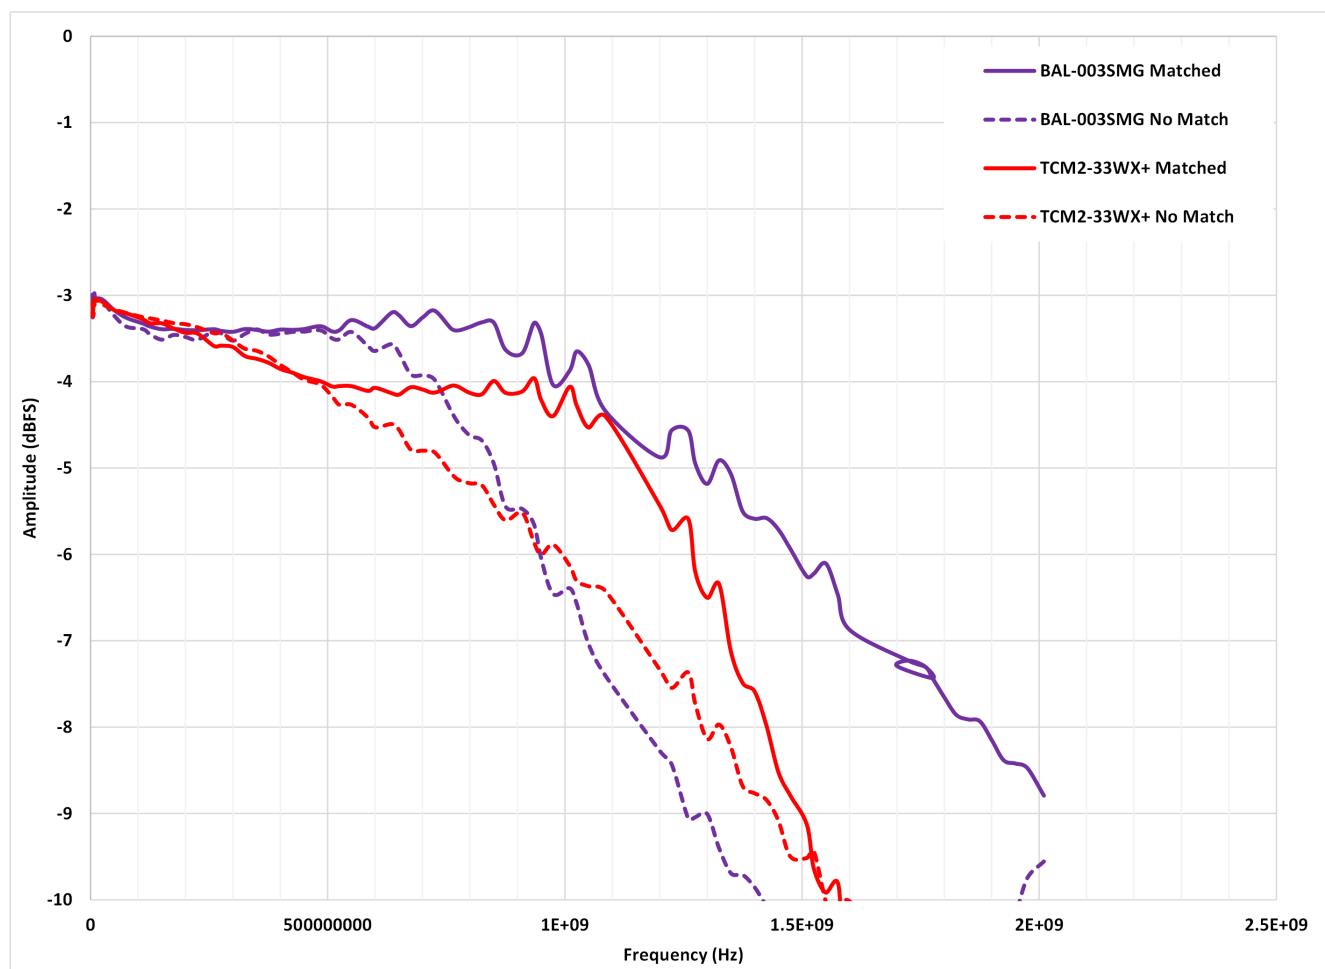

图 2-2. ADC3669 和平衡-非平衡变压器带宽比较：匹配（实线）与不匹配（虚线）
- 图 2-2 显示了使用直通连接替换衰减网络时会发生的确切情况。如果我们只在平衡-非平衡变压器输出和 ADC 模拟输入之间使用两个直通互连，看看在没有损耗或匹配衰减焊盘的情况下 BW 如何大幅下降。